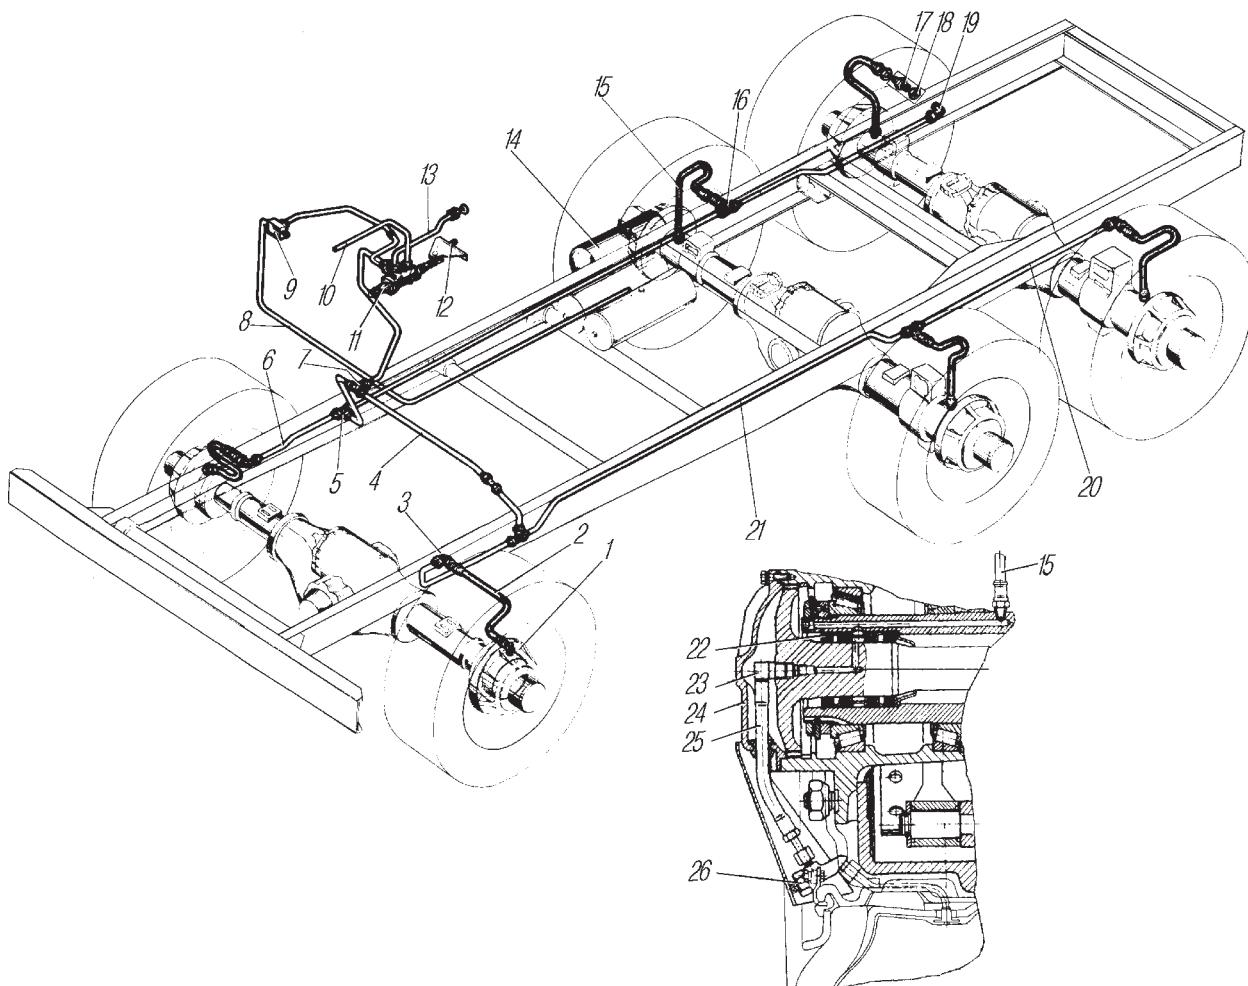

Рис. 116. Система регулирования давления воздуха в шинах:
Система регулирования давления воздуха в шинах (рис. 116) позволяет контролировать давление и поддерживать его в пределах нормы, а также повышать проходимость автомобиля за счет снижения давления воздуха в шинах. Она дает возможность продолжения движения автомобиля при проколе камеры без замены колеса (**колесные краны неповрежденных колес должны быть закрыты**), если подаваемого воздуха достаточно для постоянного поддержания в шинах необходимого давления.
**Блок манжет 22 подвода воздуха** (см.рис. 116) состоит из четырех манжет, установленных в цапфе (кожухе) моста. Манжеты обеспечивают герметичность соединения каналов неподвижной цапфы (кожуха) и каналов вращающейся полуоси.